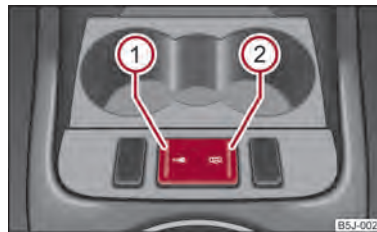

Fig. 13 Consolle centrale: Tasto per la chiusura centralizzata
- Premere il tasto ① ⇒ fig. 13. Il simbolo  sul tasto si accende.
- Premere il tasto ② ⇒ fig. 13. Nel tasto si spegne il simbolo .